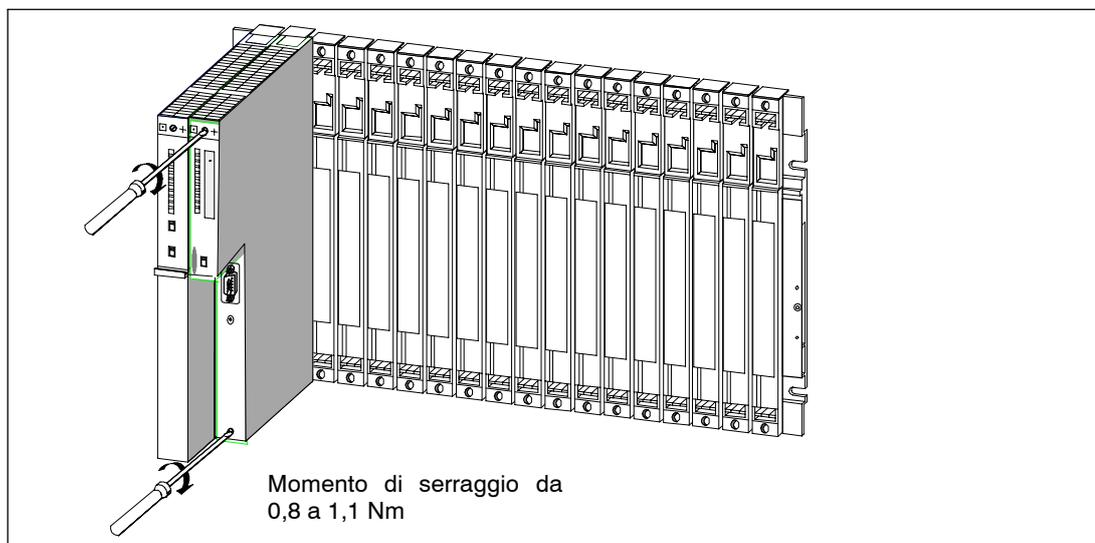

Figura 2-5 Fissaggio delle unità
5. Fissare con le viti le unità nella parte superiore e inferiore, con un momento di serraggio di 0,8 a 1,1 Nm (vedere la figura 2-5). Per fissare le unità di ampiezza tripla vengono usate 2 viti sia in alto che in basso.